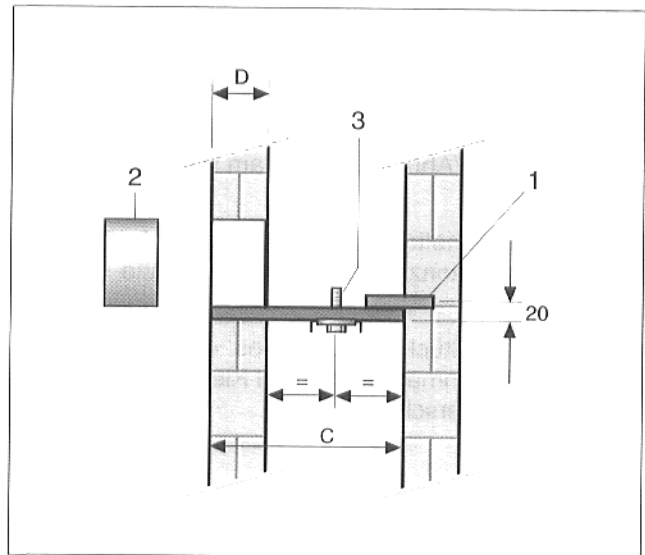

Abb. 16 Auflageschiene
- Zur Befestigung der Auflageschiene an der Hinterwand des Schornsteines im Abstand von 20 mm über der Unterkante des Durchbruches ein Loch \varnothing 10 mm bohren (Abb. 16, Pos. 1).
- Schutzrohr (Abb. 16, Pos. 2) entsprechend Maß D kürzen und in Montageöffnung einmauern.
- Bolzen (Abb. 16, Pos. 3) in die Mitte stellen und festdrehen.